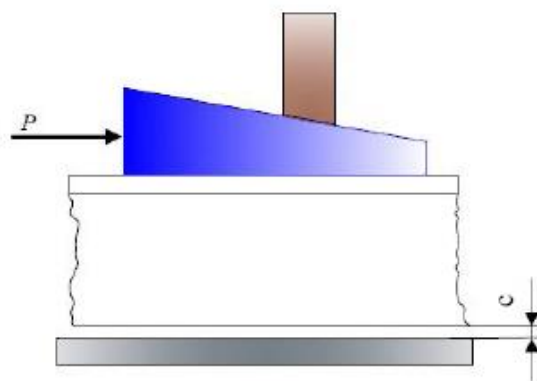

Рисунок 7
**Задача 10.** При сборке полуобъёмной секции на постели необходимо устранить зазор  $c=4$  мм, образовавшийся между набором и полотнищем. Поджатие набора к полотнищу производится по замкнутой схеме. В результате расчёта установлено усилие поджатия набора к полотнищу  $Q=3$  кН. Определить силу  $P$ , которую необходимо приложить к клину (рисунок 7), а также необходимое для этого перемещение клина  $l$  в горизонтальном направлении, если коэффициент трения  $f=0,12$ , угол клина составляет  $\alpha=6^\circ$ .